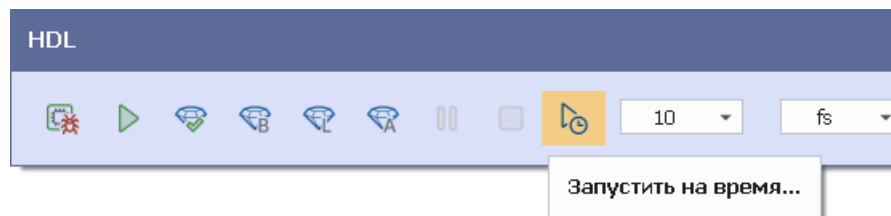

Рис. 24 Расположение кнопки «Запустить на время...»
3. В панели инструментов «HDL» нажмите кнопку  для запуска моделирования, см. Рис. 24. Далее будет запущена симуляция.